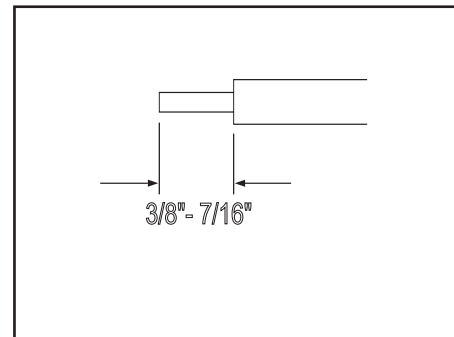

Figure 3
8. Cut supply cable to desired length. Strip black and white wire leads with wire strippers to expose 3/8"-7/16" of bare metal. **See Fig. 3.**
8. Corte el cable de suministro a la longitud deseada. Pele el alambre blanco y negro con un pelacable hasta exponer 3/8"-7/16" de metal descubierto. **Vea Fig. 3.**
8. Couper le câble d'alimentation à la longueur désirée. Dénuder les fils noir et blanc à l'aide d'un dénudeur de fil pour dégager de 3/8 à 7/16 po de fil métallique. **Voir la Fig. 3.**